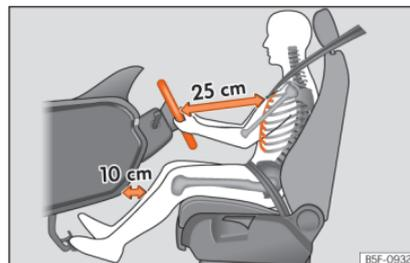

Fig. 7 A separação correta entre o condutor e o volante deve ser de 25 cm no mínimo (10 polegadas).
- Ajuste o volante de modo a ficar a uma distância de, pelo menos, 25 cm (10 polegadas) do esterno »» **Fig. 7** e a poder segurá-lo com ambas as mãos pelos lados, pela parte exterior, com os braços ligeiramente fletidos.
- Ajuste longitudinalmente o banco, de modo a poder carregar a fundo nos pedais com os joelhos ligeiramente fletidos e a ficar uma distância entre a zona dos joelhos e o painel de instrumentos de pelo menos 10 cm (4 polegadas) »» **Fig. 7.**